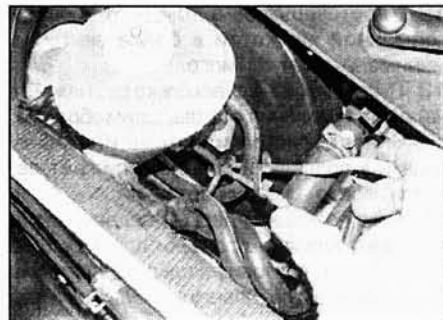

Рис. 4.3. Пережмите шланг, идущий от бачка к цилиндру струбиной
- 3 Зажмите шланг, идущий от бачка главного тормозного цилиндра к главному цилиндру сцепления струбиной (рис. 4.3).